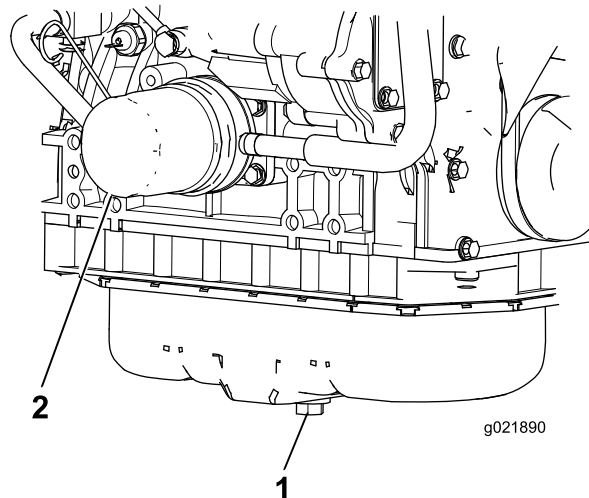

Figure 75
1. Enlevez le bouchon de vidange et laissez couler l'huile dans un bac de vidange (Figure 75).
3. Déposez le filtre à huile (Figure 75).